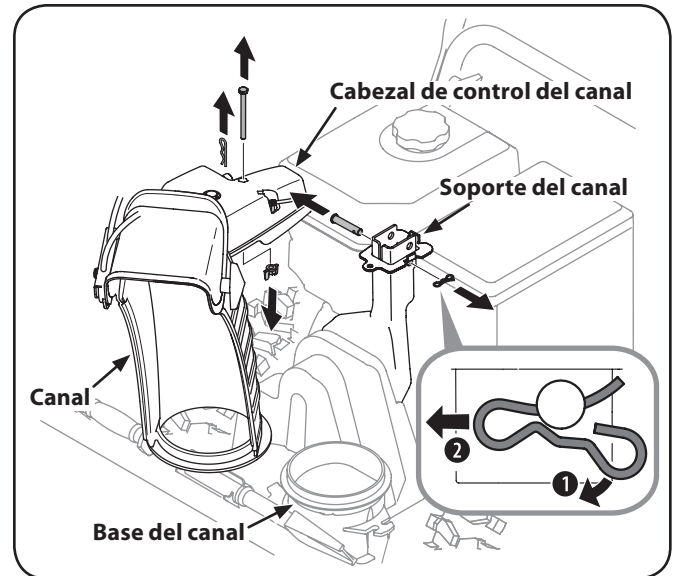

**Figura 3-5**
1. Quite la tapa plástica (si presente), arandela y horquilla planas sujetan el fin del tobogán el control direccional. Vea la Figura 3-5.